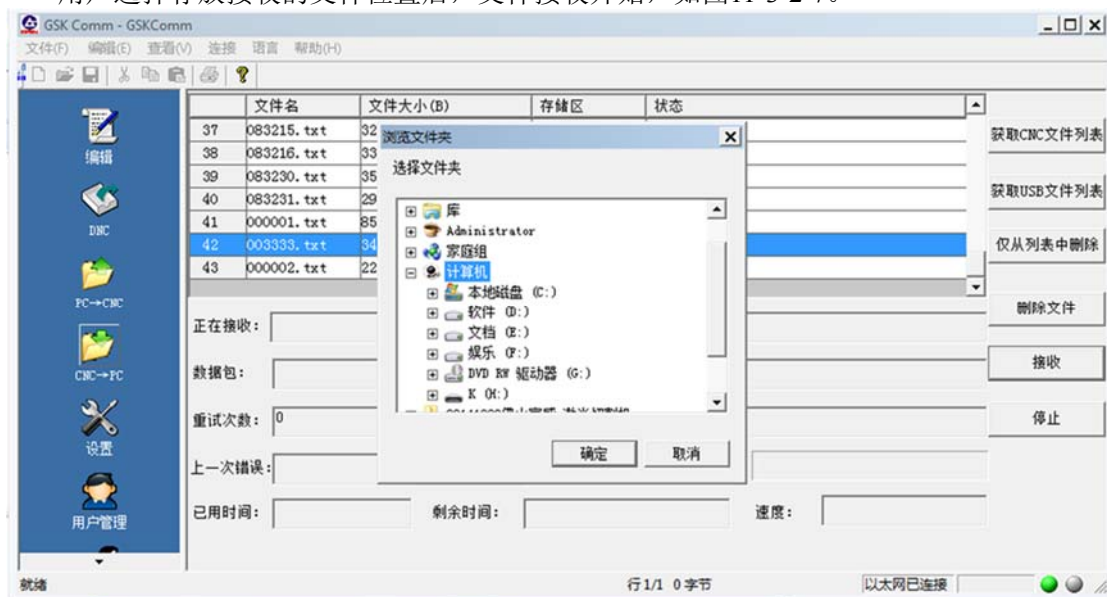

图 11-3-2-7
4、接收文件完成后，文件列表项状态栏显示“已接收”。 如图11-3-2-8。